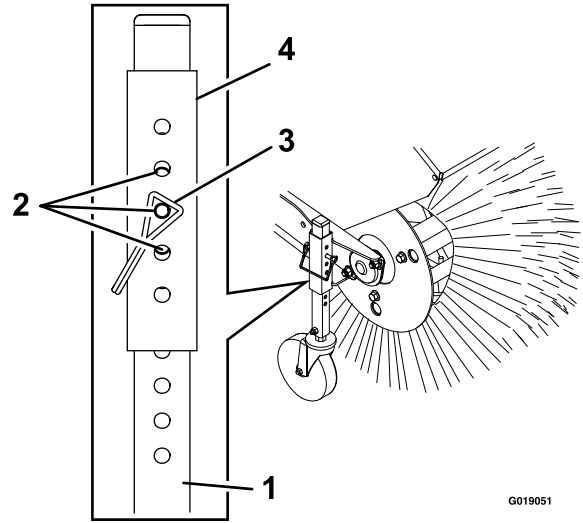

图17
5. 要调整清扫机高度，请从调整器套管和脚轮管中拆下并保留柱销（图17）。
7. 要进行微调，请将调整器套管沿脚轮管向上或向下滑动 1 个柱销孔，以调节清扫机的高度，以 3mm 递增（图17）。对另一脚轮重复步骤 5 至 7。